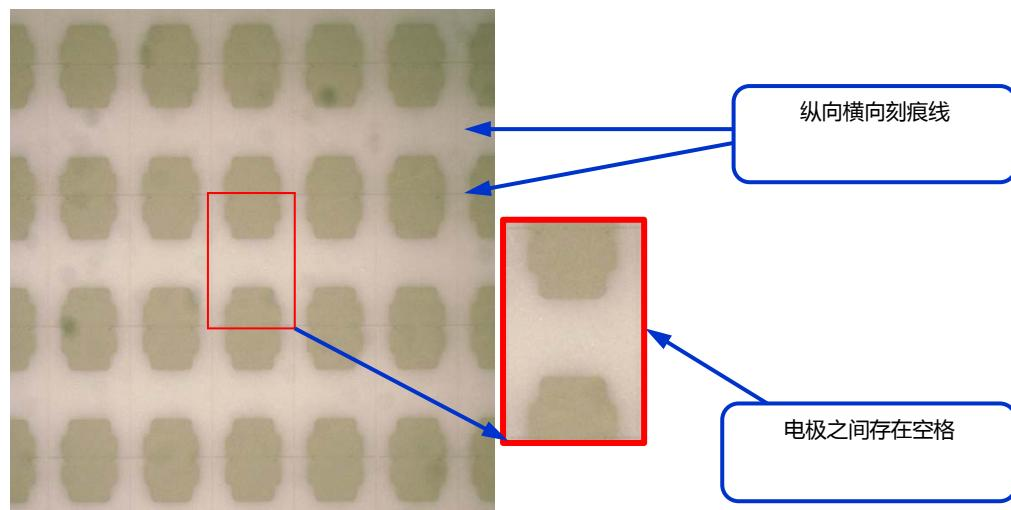

图 1 正电极印刷图片
1.1 电阻正面电极印刷的照片(如下图 1)可以看出，正面电极为粒状印刷。